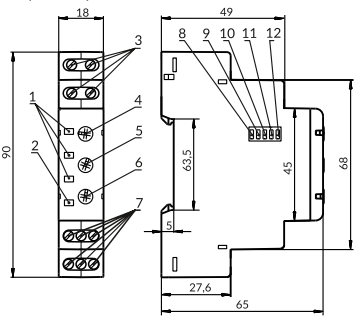

Рисунок 1
- 1) Переключателями срабатывания защиты (поз. 8 - 11 рис. 1) включите необходимые защиты.
- 2) Переключателем 380 В / 400 В (поз. 12 рис. 1) установите тип используемой сети.
- 4) Регулятором Uном ±% (поз.4 рис. 1) установите необходимый порог срабатывания по максимальному и минимальному напряжению в процентах от номинального напряжения питания сети.
- 5) Регулятором Тоткл (с) (поз.6 рис. 1) установите время срабатывания защиты по максимальному напряжению и по перекосу фаз.
- 6) Регулятором Твкл (с) (поз.5 рис. 1) установите время АПВ.
1. Если Вы планируете использовать изделие в режиме «Контроль максимального напряжения» (разд. «Работа изделия»), разрыв питания катушки КМ необходимо подключить к клеммам C1-NC1 (C2-NC2) (обратная логика включения). Переключатель Umax (поз. 8 рис. 1) переместите в положение «Включено», а переключатели ≡, ∟∟, Umin – в положение «Откл».